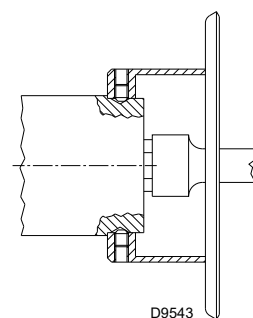

Рис. 19
- зніміть форсунку 1) (Рис. 19) за допомогою накидного гайкового ключа;
- установіть форсунку 1) (Рис. 19);